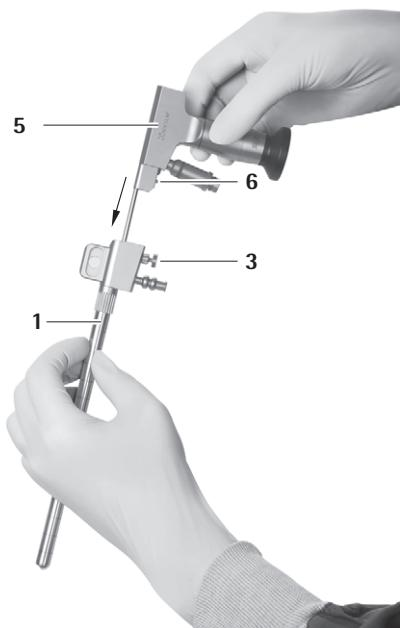
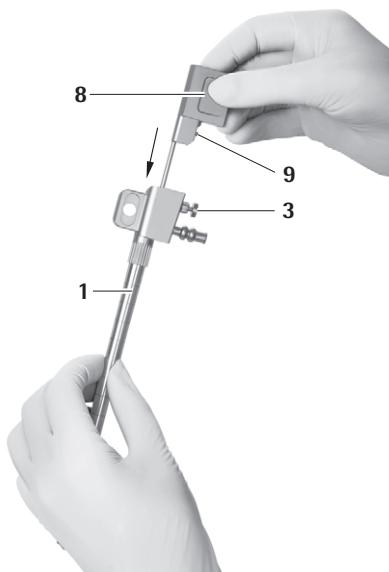

Fig. 14
Fig. 15
- Para tal, assegurar que o pino de bloqueio 6 do endoscópio 5 ou o pino de bloqueio 9 do obturador para o canal ótico 8 estão do mesmo lado que o botão de desbloqueio 3 do trocarte MINOP InVent 1, ver Fig. 14 e ver Fig. 15.